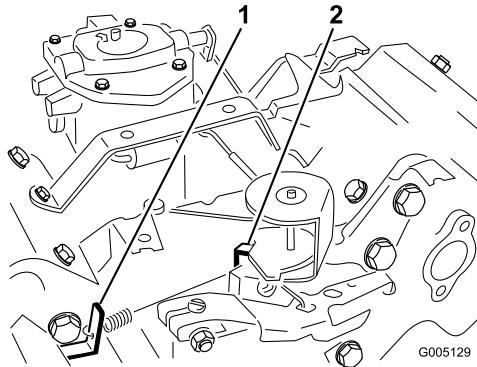

Figura 36
- Doble la pestaña de anclaje del muelle de regulación del ralentí (Figura 36) hasta obtener una velocidad de ralentí de 1625 ± 50 rpm. Compruebe la velocidad con un tacómetro.
- Mueva el control del acelerador a la posición de Rápido. Doble la pestaña de anclaje del muelle de alta velocidad (Figura 36) hasta obtener una velocidad alta de 2850 ± 50 rpm.